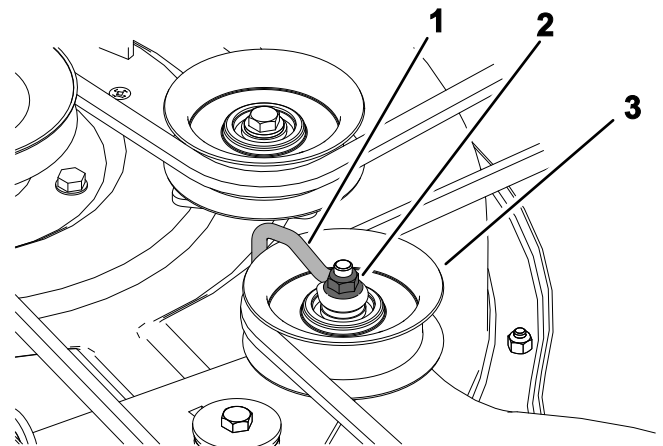

**Bild 55**
5. Lösen Sie die Schraube und drücken Sie die Lasche am Deckel ein, um die Riemenscheibenabdeckungen (Bild 55) zu entfernen.